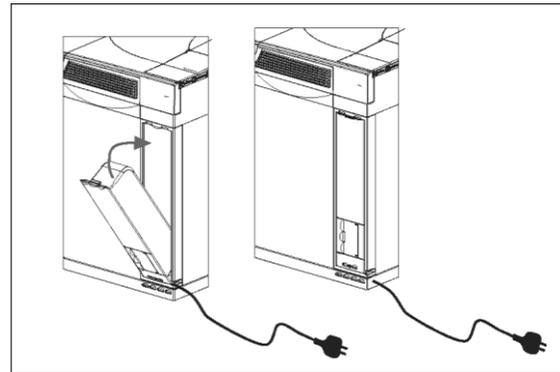

图 25：插入电源中心
9. 握住电源中心，电缆线位于底部。将电源中心的电源线插入后壁底部的电缆壁龛内。将电源中心插入电源中心外壳内。利用底部的盖子将盒子定位在合适的位置。（图 25），推动电源中心直到其卡入顶部位置。